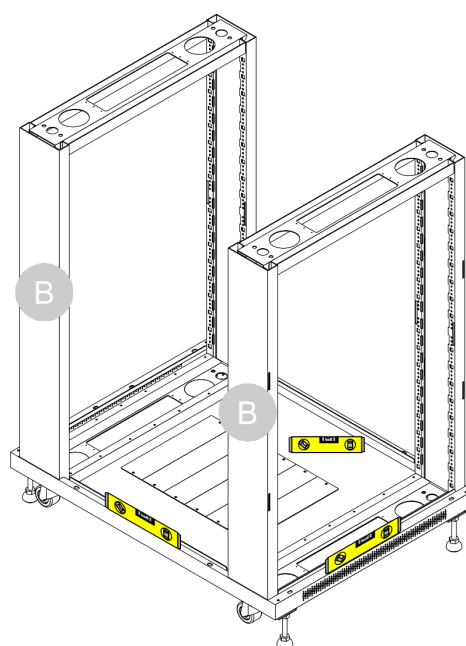

Fig. 26
- 10) Assicurarsi che l'armadio sia completamente livellato in tutte le direzioni, come indicato nella Fig. 26. Se necessario, regolare i **piedi regolabili (I)**. Vedere il punto 08.